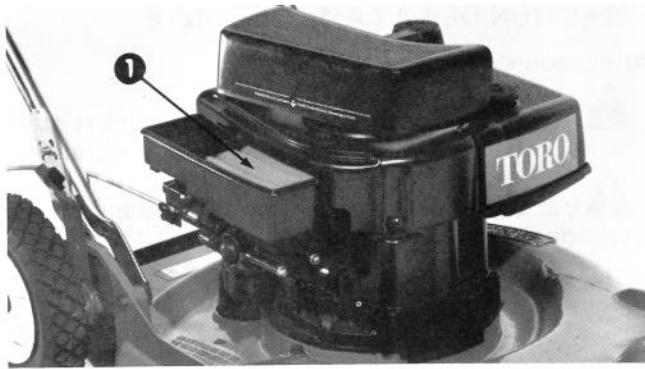

Figure 19
3. Examinez le dessus de l'élément du filtre à air (Fig. 19). S'il est encrassé, l'élément doit être enlevé du boîtier du filtre à air (Fig. 19) et nettoyé.
D. REMETTEZ l'élément dans le boîtier du filtre à air (Fig. 19).